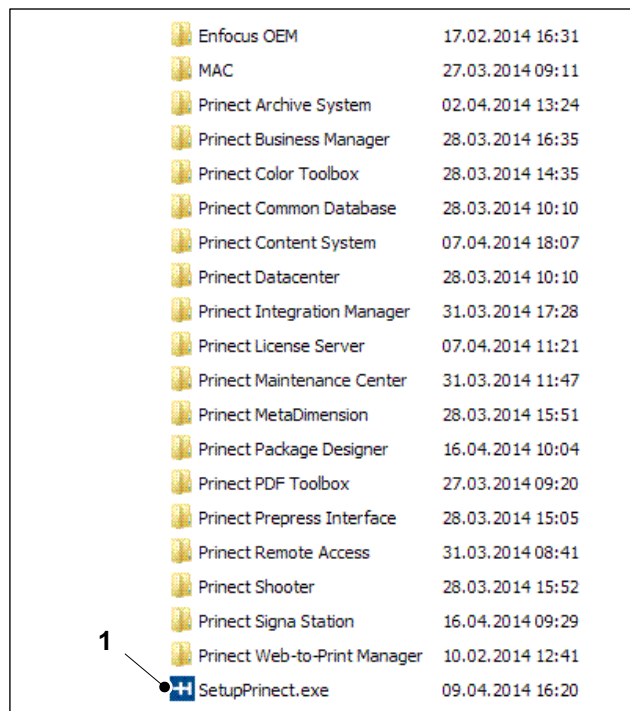

Abb. 1 Hauptverzeichnis Princt Installation
Auf dem **USB-Stick für die Installation von Princt** ist die Datei *SetupPrinct.exe* (Abb. 1/1) im Hauptverzeichnis.
1. Mit einem Doppelklick auf *SetupPrinct.exe* (Abb. 1/1) starten Sie das Setup. Das Startmenü (Abb. 2) wird angezeigt.